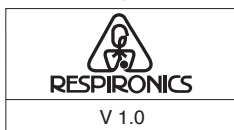

FIGURE 4-1 ÉCRAN INDIQUANT LA VERSION DU LOGICIEL
1. Branchez l'appareil dans une source d'alimentation électrique en courant alternatif ou continu. Les trois principaux boutons s'allument et l'écran indiquant la version du logiciel apparaît momentanément, comme dans la figure 4-1.
Remarque : La version 1.0 est présentée dans la Figure 4-1 à titre d'exemple. Une autre version du logiciel peut être installée sur votre appareil.